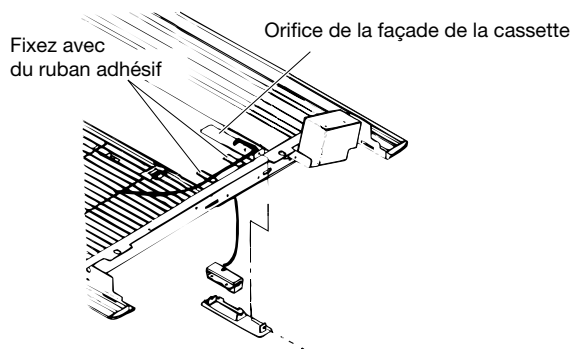

Fig. 3-16
6. Pliez le fil de sortie comme illustré sur la figure. (Fig. 3-16) A l'emplacement du support de fixation du capot (partie maintenue par des rivets), étendez le fil de sortie parallèlement à la surface latérale de la façade de la cassette, puis fixez-le avec du ruban.